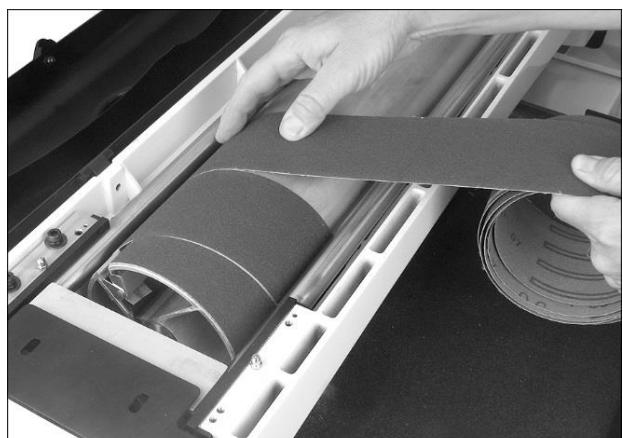

Рис. 6-8
- Продолжайте наматывать ленту по спирали, одной рукой вращая барабан, а другой направляя ленту. См. Рис. 6-8.